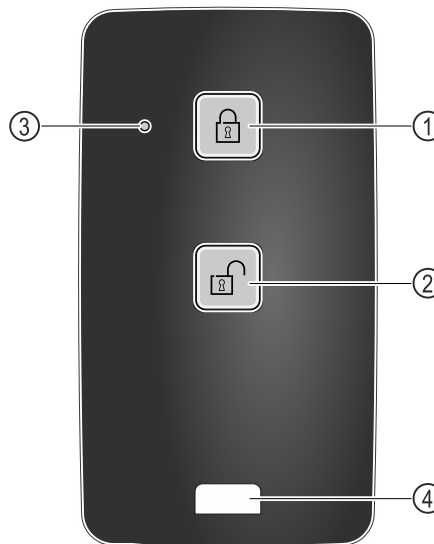

Fig. 249
- (1) Verrouiller la serrure (3) LED d'état
- (2) Déverrouiller la serrure (4) Œillet de fixation
- Appuyer sur la touche Fig. 249 (1) de la télécommande.
- Appuyer sur la touche Fig. 249 (2) de la télécommande.
- La LED d'état Fig. 249 (3) émet un signal visuel lorsqu'on appuie sur une touche.
- Œillet Fig. 249 (4) pour attacher la télécommande, par exemple à un trousseau de clés.